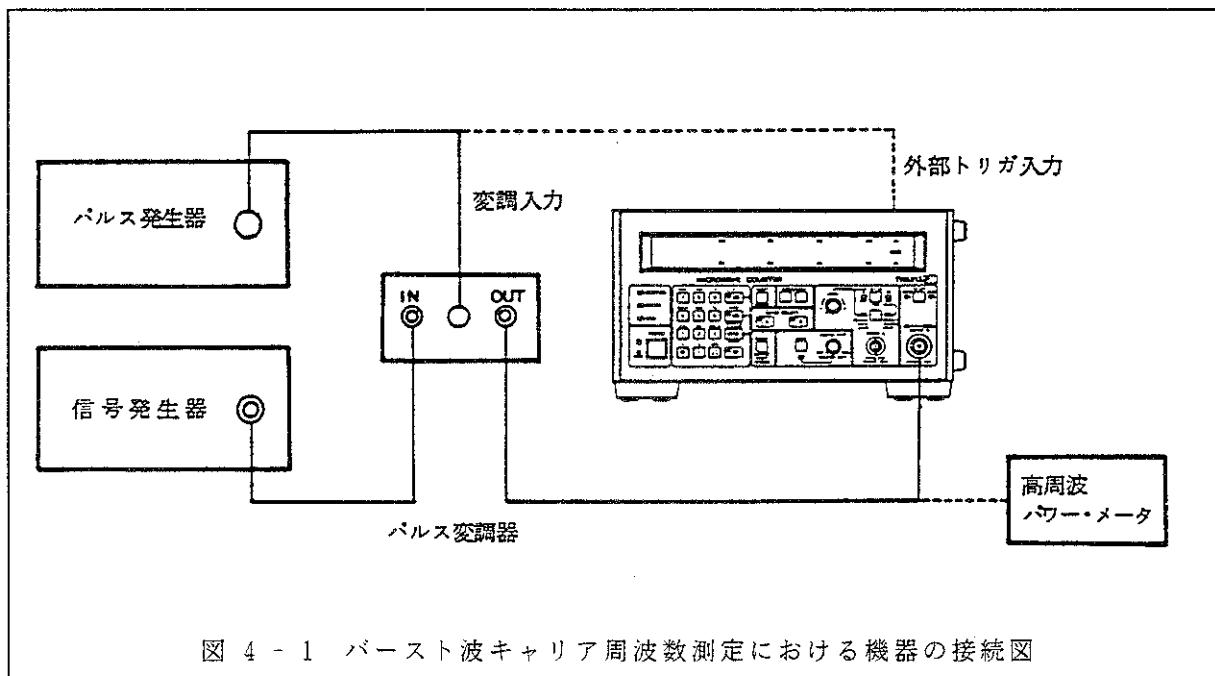

図4-1 バースト波キャリア周波数測定における機器の接続図
- (2) 信号発生器の周波数を18GHzに設定し、(図4-1)のように接続します。
- (2) 信号発生器の周波数を18GHz に設定し、〔図4-1〕のように接続します。
(3) パルス変調器の変調をOFF にすることによって、RF信号を連続波にします。